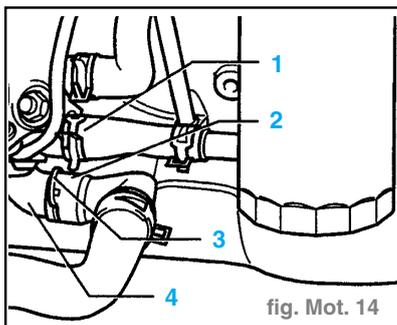

fig. Mot. 14
- Extraire l'agrafe de retenue (3), retirer l'ajustage de raccord (2) du flasque de régulateur de liquide de refroidissement (4) et débrancher la durit (1) ou dévisser le flasque du régulateur de liquide de refroidissement (4). (fig. Mot. 14)